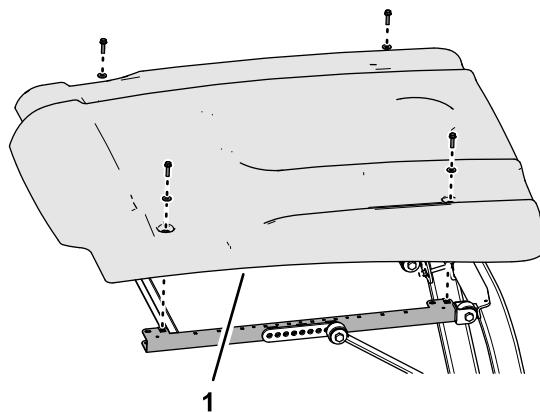
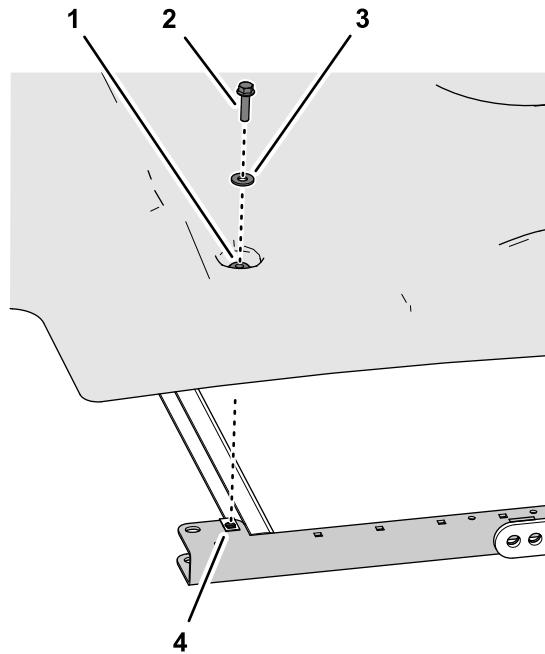

図 1
図 2
1. サンシェードをサイドフレームチャネルに固定しているフランジヘッドボルト $5/16 \times 1\frac{1}{4}$ " 4 本とワッシャ $5/16$ " 4 枚を取り外す図 1と図 2。
2. サンシェードを機体から外す図 1。